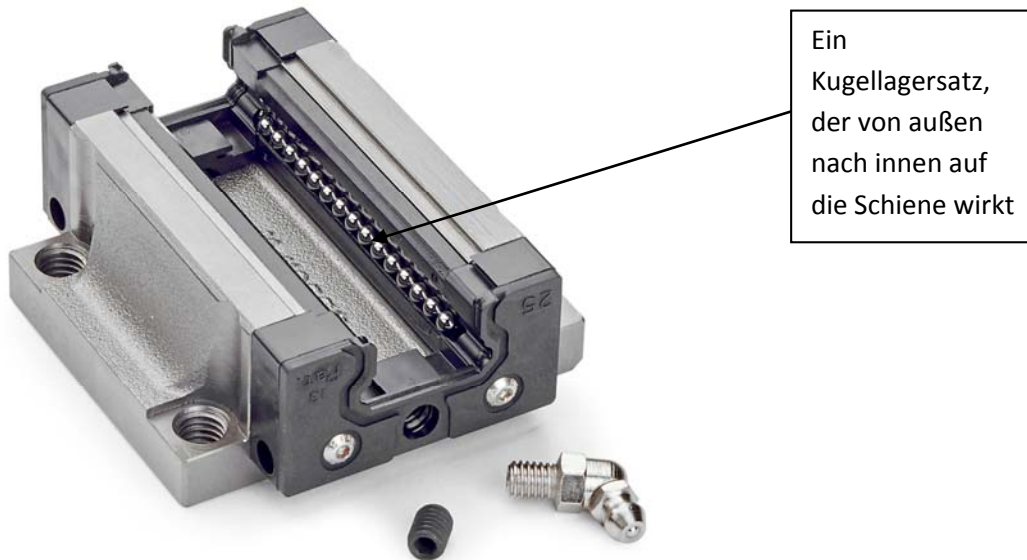

Abbildung 3: Kugellager in X-Anordnung
- *Rollenlager in X-Anordnung:* Die X-Anordnung verwendet vier Kugelreihen, die gegenüber angeordnet (face-to-face) außen an der Schiene und nicht innen verlaufen (Abbildung 3). Die X-Anordnung resultiert in einer gleichmäßigen Lastaufnahme in allen Richtungen. Diese Schienen zeigen sich erheblich toleranter bei Montageunebenheiten, bedeuten aber Abstriche in puncto Steifigkeit und Momentbelastbarkeit.